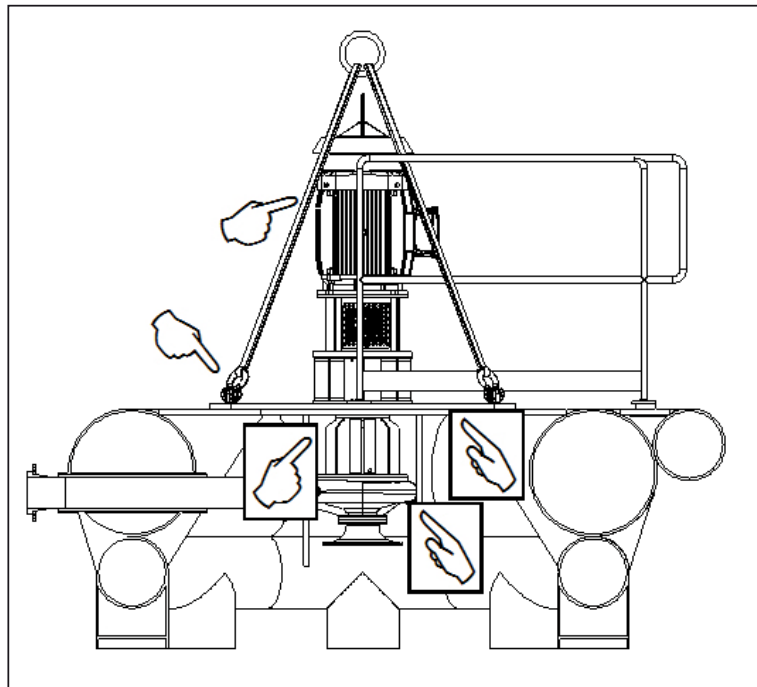

Figura 37
- Realizar periódicamente una inspección visual del estado de la pintura del equipo de bombeo, sobre todo aquellas zonas más expuestas al fluido bombeado o a los vapores de éste (Figura 37), en caso de encontrarse deteriorado, programar a la brevedad mantención de pintura (repintado), para prevenir daños a las piezas de acero.